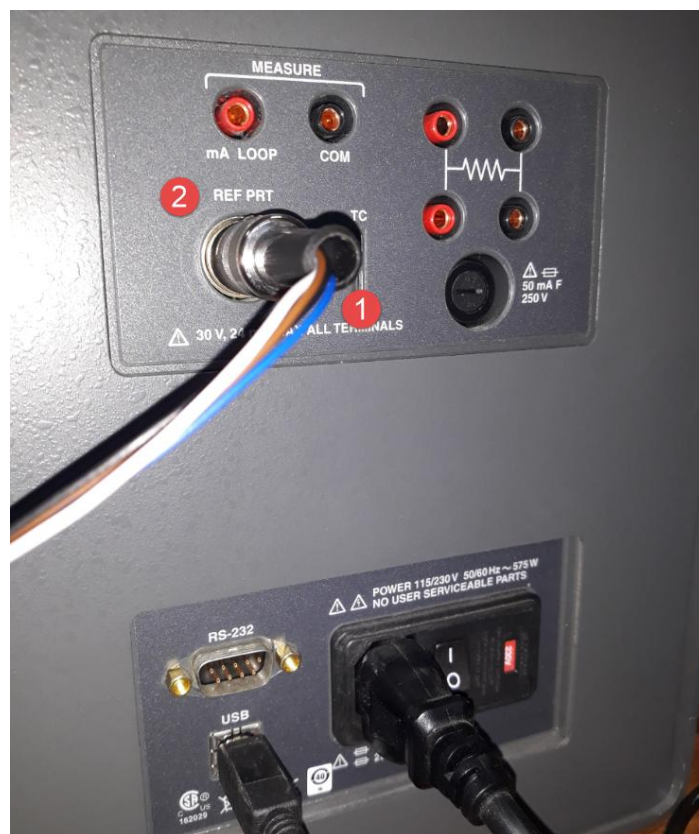

Рисунок 3
К калибратору подключается эталонный датчик ПТСВ-2К-1. Для этого подключите разъем датчика (1) к входу «Ref PRT» (2) калибратора (см. Рисунок 3).